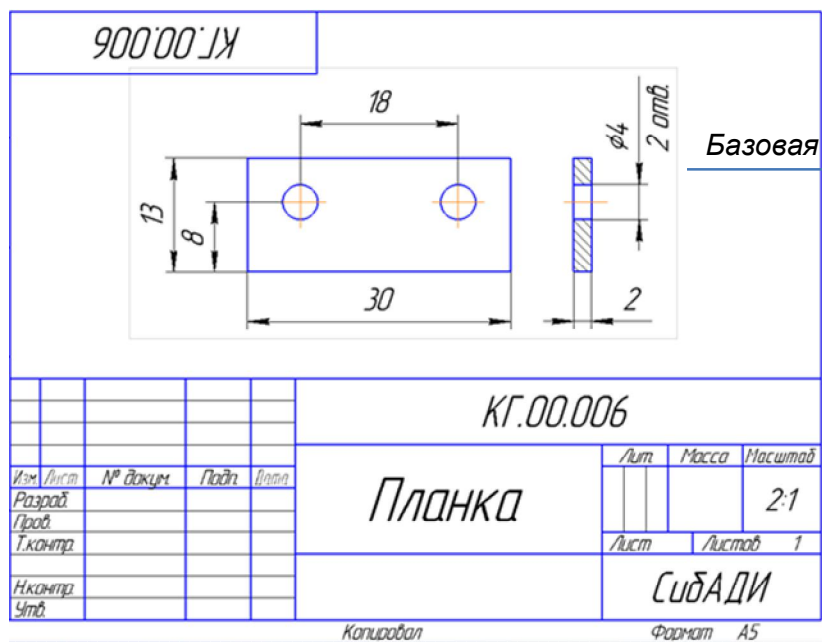

Рис. 4.27. Рабочий чертеж «Планка»
- Откройте рабочий чертеж «Планка», который находится в папке «... \Рабочие чертежи\ Планка _ КГ.00.006» (рис. 4.27).